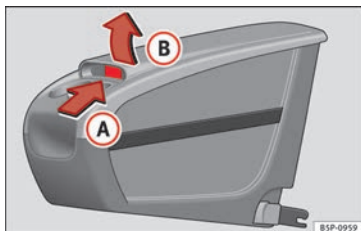

Bild 91 Mobilt förvaringsutrymme. Öppna.
– Lyft på locket (B), i området (A) » bild 91.